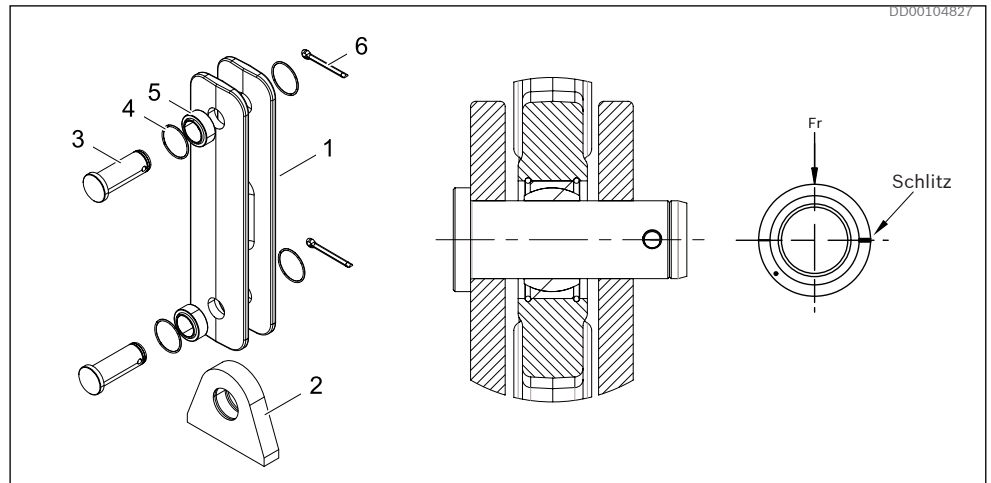

Bild 16: Installation der Gelenkverbindung an TC A
- ▶ Die Gelenkverbindung und das Gelenklager (1) müssen für die Durchführung von Schweißarbeiten demontiert werden. Siehe *Bild 16*.
- ▶ Stahl: EN 10025-3 – S355N (1.0545), muss nach dem Schweißen gegen Korrosion geschützt werden (2).
1. Das Lager (5) muss mithilfe einer auf dem Lageraußenring aufgesetzten Montagehülse oder -rohr montiert werden.
2. Das Lager muss so montiert werden, dass der Schlitz im Außenring senkrecht zur Lastrichtung verläuft. Siehe *Bild 16*.
3. Fixieren Sie die Lager mit den Sicherungsringen (4).
4. Montieren Sie die restlichen Komponenten gemäß *Bild 16*.